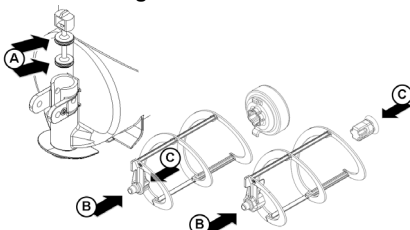

figure 11
**2** Lubrifier le piston du robinet et le rotor magnétique extérieur (aux points A, B et C indiqués en figure 11) en utilisant uniquement la graisse fournie par le fabricant ou d'autres graisses à usage alimentaire.